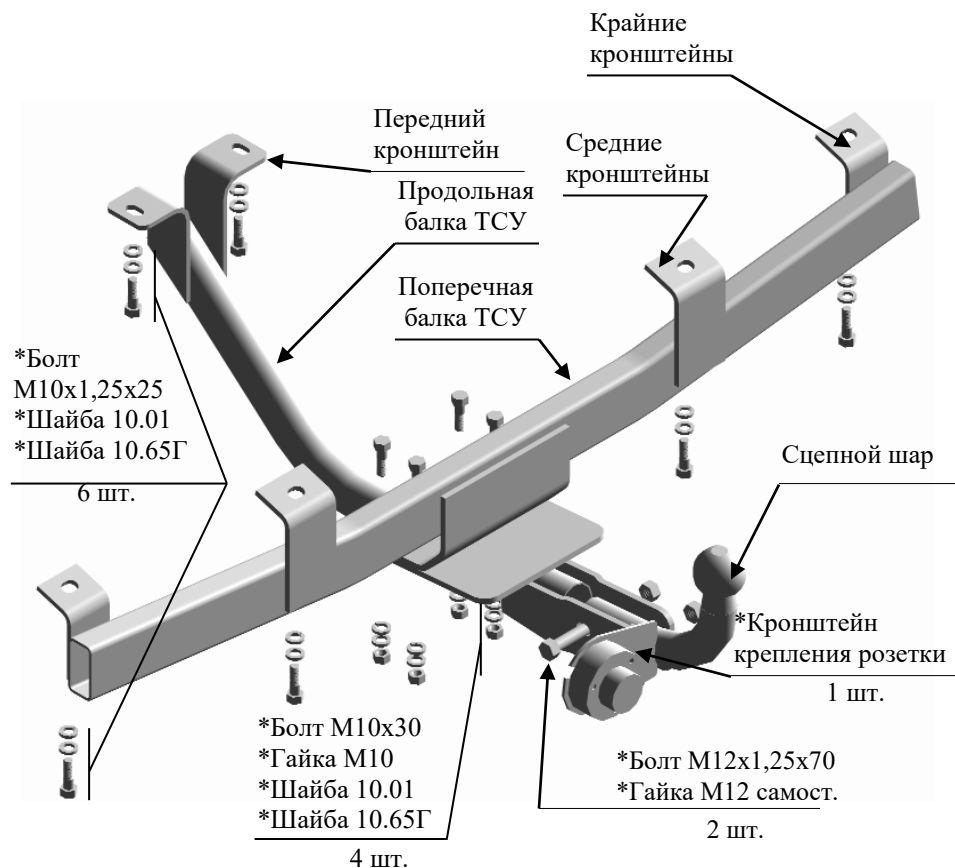

Рис.1 Тягово-сцепное устройство ТСУ 2123.01.Р.
2.1 ТСУ 2123.01.P (2123.02.C) в сборе (рис.1)	1 шт.
2.2 Пакет с комплектующими (см. рис.1)	1 шт.